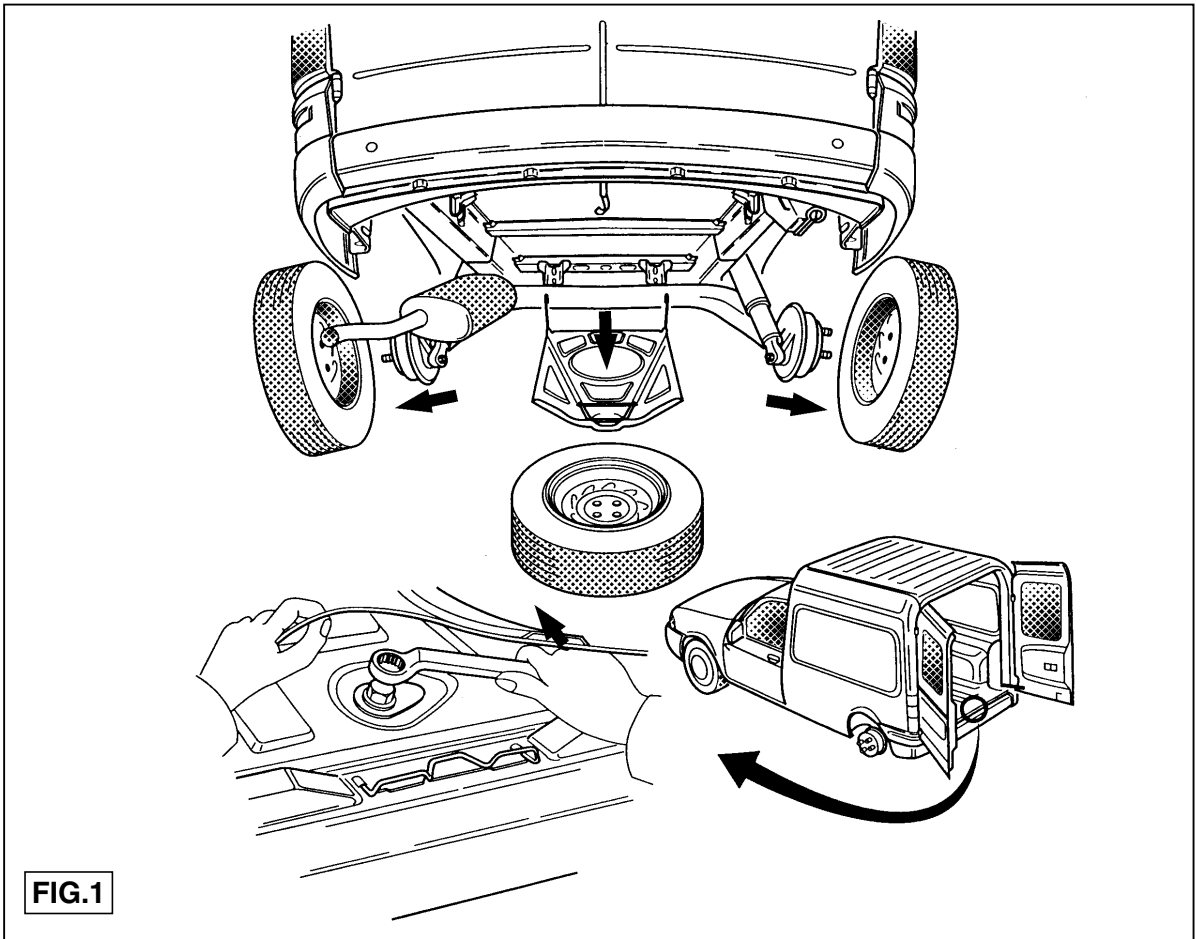
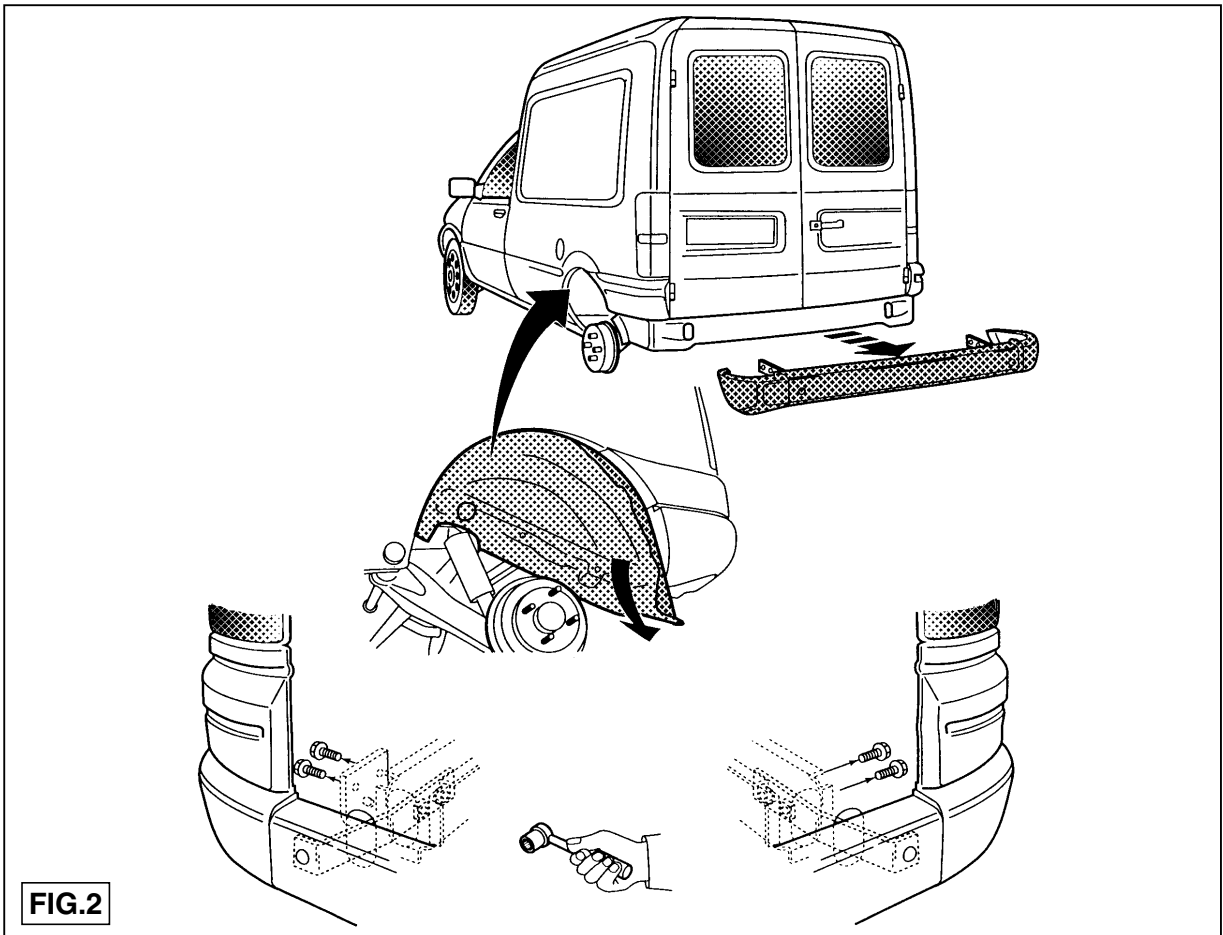

FIG.1
FIG.2
1. Ta bort reservhjulet enligt fig. 1. Lossa avgasröret ur den bakersta upphängningsanordningen och demontera bakhjulen. Demontera stötfångaren enligt fig. 2 och lossa beklädnaden från hjulhusen. Ta bort bituminet/kittet på dragkrokens och chassits anliggningsytor.
1. Fjern reservedelen i tag understøtningen ud at det yderste ophæng og fjern baghjulene. Demonter kotangere i fig. 2, og fjern bæltdædningen fra hjulbåndene. Fjern bitumenlaget/kittet fra anhängertækkets berøringsflader på vangen.
1. Retirar la rueda de repuesto de acuerdo con la fig. 1. Sacar el tubo de escape de la última suspensión y retirar las ruedas traseras. Desmontar de acuerdo con la fig. 2 el parachoques y sacar el revestimiento de las cajas de rueda. Retirar el betún/la cola a la altura de las superficies de contacto del gancho de remolque y el chasis.